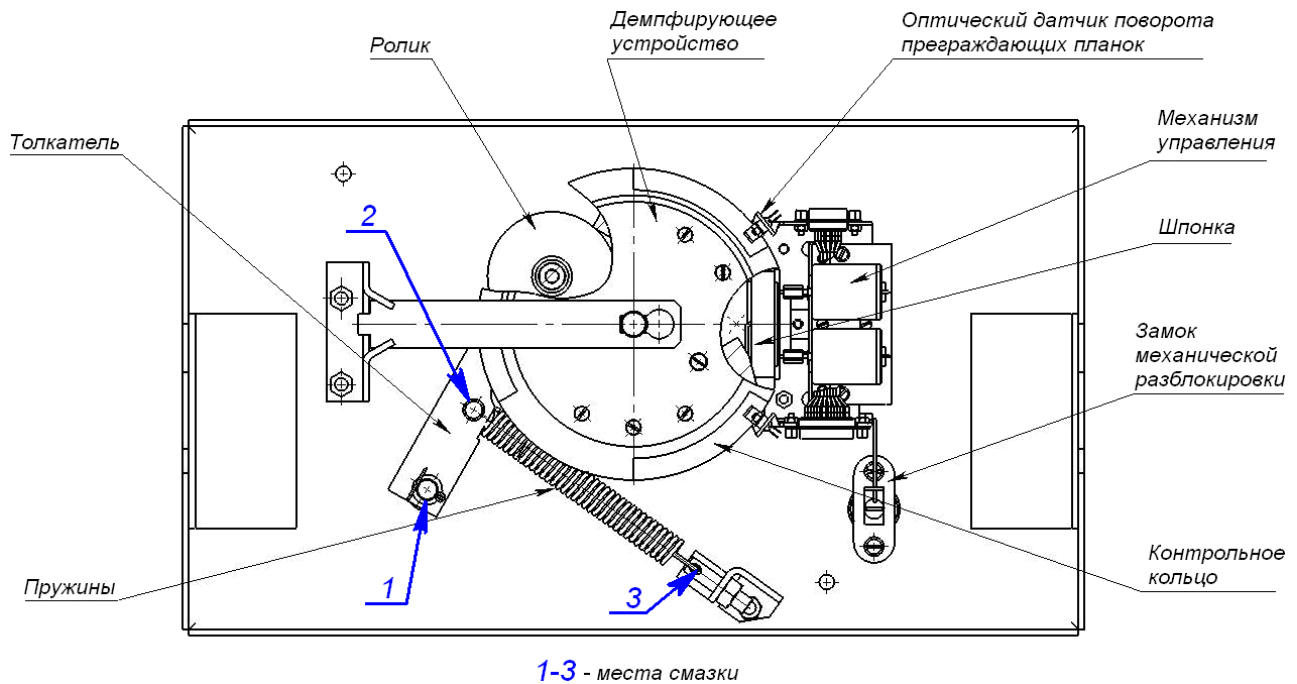

Рисунок 16. Расположение внутренних деталей и узлов стойки турникета
1. Снимите крышку турникета (3) в соответствии с разд. 6.
2. Открутите по две гайки М6, фиксирующих верхние части стенок внешних (2) на стойке турникета, после чего снимите стенки внешние, приподняв их вверх.
3. Проведите визуальный осмотр устройства доворота (толкателя, пружин и ролика), оптических датчиков поворота преграждающих планок и демпфирующего устройства (см. рис. 16).
- четыре втулки на устройстве доворота (две – на оси вращения толкателя, две – на оси крепления пружин) и отверстия в деталях крепления пружин (см. рис. 16);